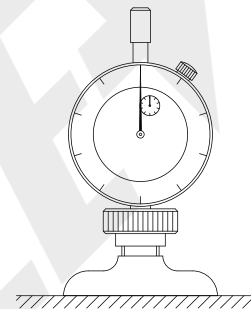

Fig.2
---Limpie la superficie medida y la placa de superficie con un paño suave. Coloque el plano base sobre la placa de superficie (Fig. 2), haga que el puntero largo apunte al cero ajustando la posición vertical del indicador o girando el bisel, mida varias veces para asegurarse de que el ajuste a cero es correcto.